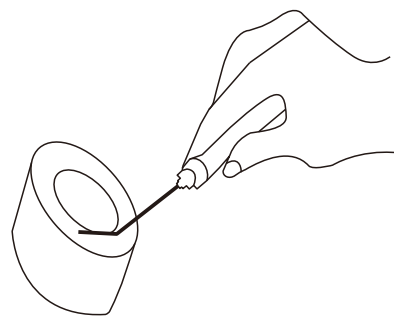

图 1-2
3.不正确的手持式传感器方法将传感器的顶部使劲压到被测物体的表面(如图1-2)，这样很容易损坏传感器。